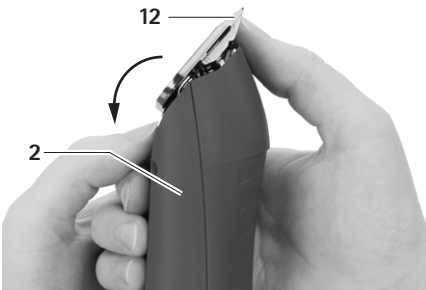

Fig. 5
- Rabatați capul de tuns 12 spre față, vezi Fig. 5.